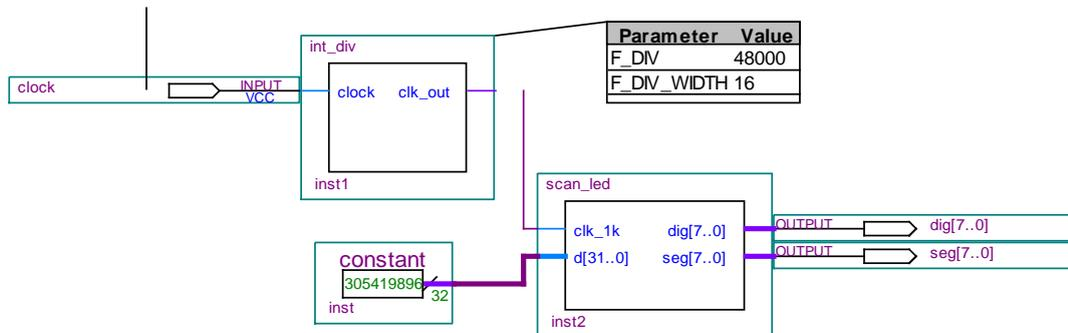

图1.5 动态LED 显示顶层模块
5)新建图形设计文件命名为dled.bdf 并保存。在空白处双击鼠标左键，分别将symbol对话框中libraries:project 下的constant 和scan\_led 模块放在图形文件dled.bdf 中，加入输入、输出引脚，双击各引脚符号，进行引脚命名。把各模块连接起来如图1.5所示。